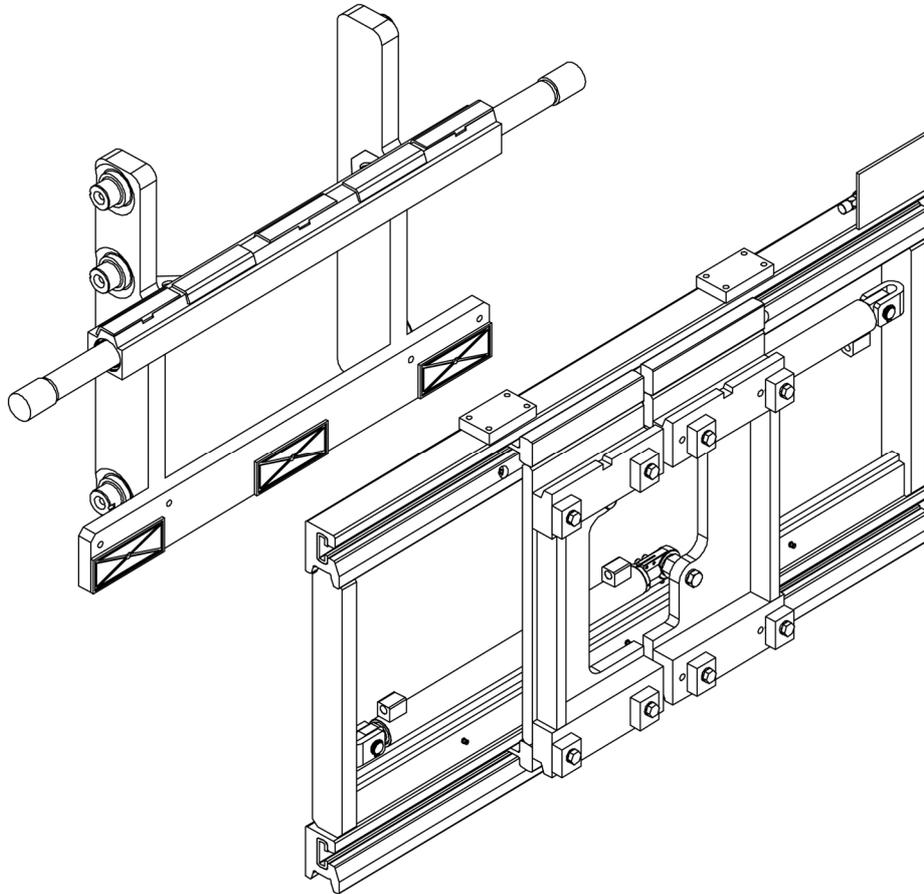

Abbildung 32
3. Entfernen Sie die vordere Seitenschieber-Struktur, indem Sie sie richtig anheben (siehe *Abbildung 32*).